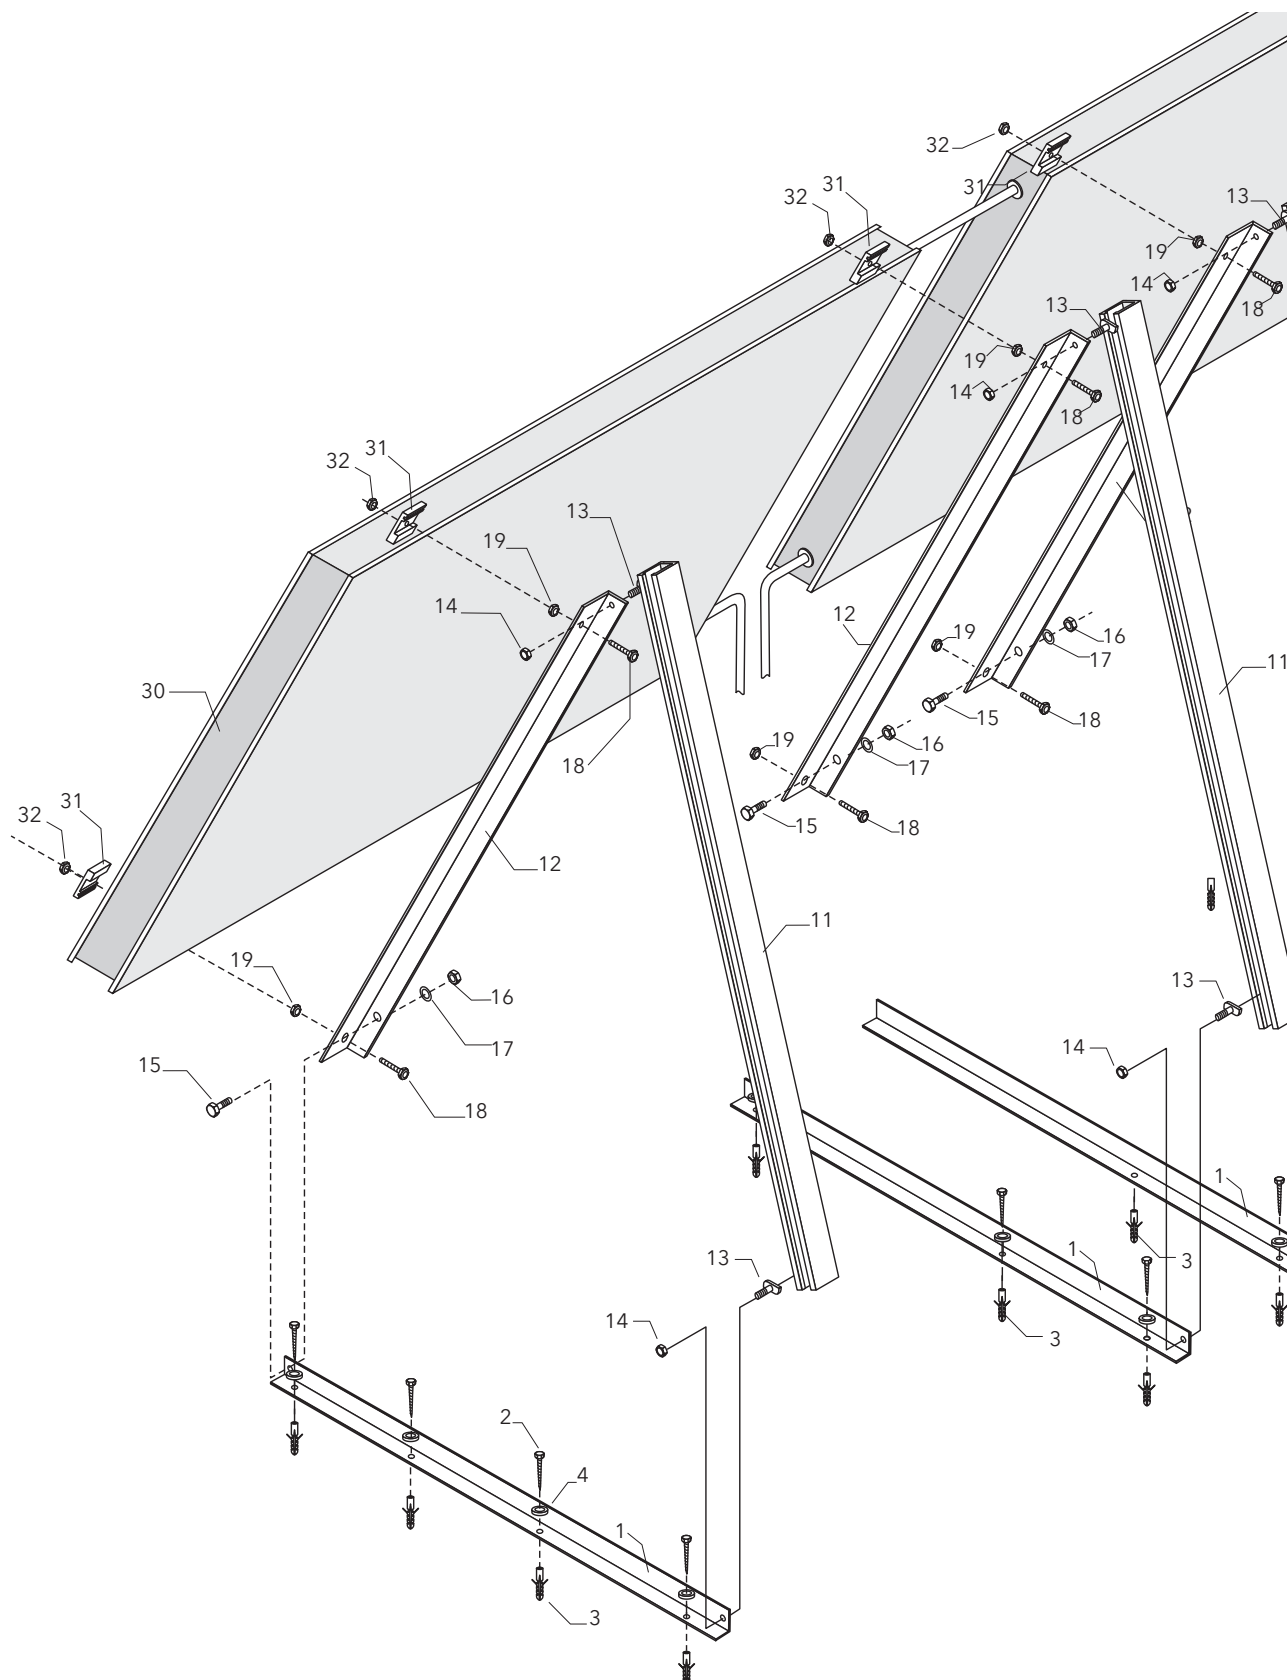

Fig. 11 Montage sur châssis - Aperçu
3.3 Montage du kit en pose libre (Fig. 11 à 17)
Le montage s'effectue en trois étapes (Fig. 11, phase A à C): après avoir fixé le profilé en L sur le support (A), monter le triangle de support (B) sur lequel viendra se fixer finalement le capteur (C).